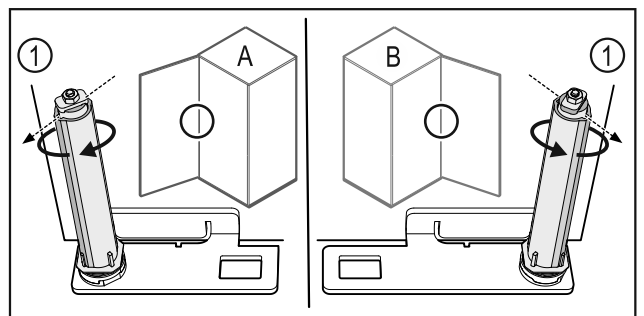

Fig. 56 Atidarymas į kairę (A) / atidarymas į dešinę (B)
- Sukite uždarymo sistemą, įveikdami pasipriešinimą, kol uždarymo sistemos pertvara Fig. 56 (1) bus nukreipta į išorę.